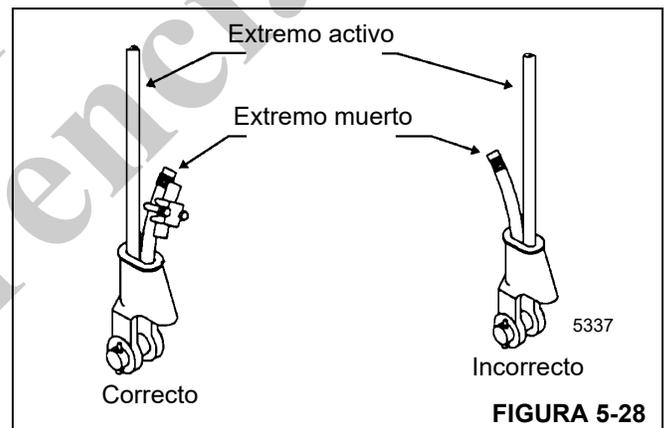

FIGURA 5-28
3. Verifique de que el lado del extremo activo del cable (Figura 5-28) quede directamente en línea con las orejetas del receptáculo y en el sentido de la tracción que se aplicará al cable. Si el cable no se instala correctamente en el receptáculo, el cable se doblará bajo carga a medida que sale del receptáculo. El borde del receptáculo desgastará el cable, causando daños y la probabilidad de que falle.